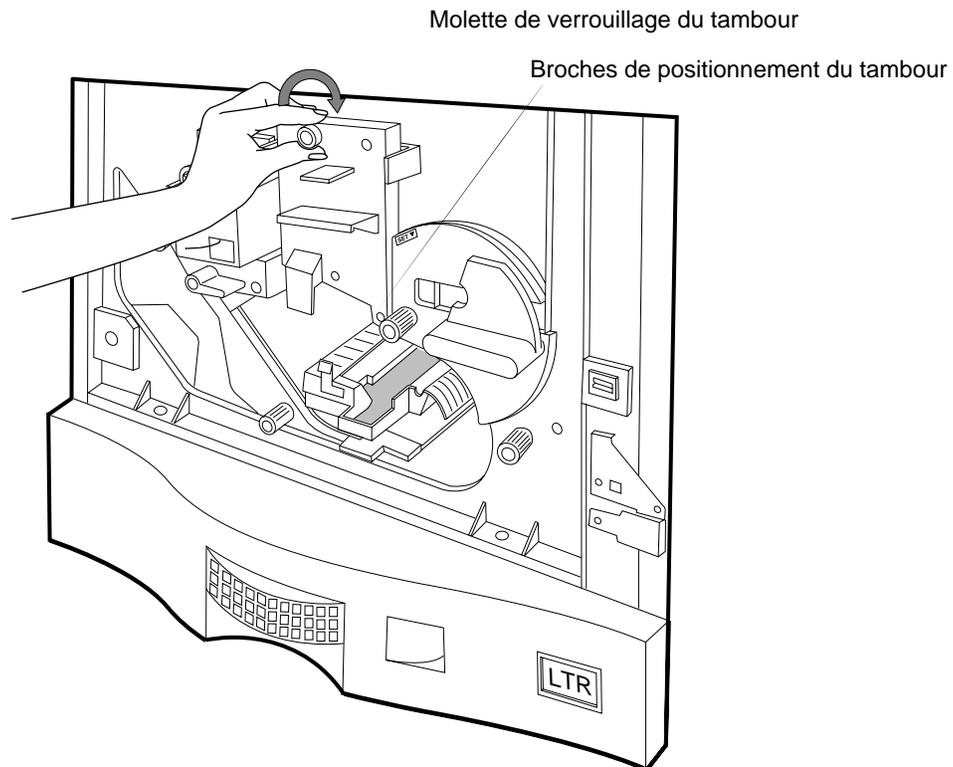

Figure 4-30 Fixation du tambour
3. Maintenez la pression sur le tambour et tournez la molette de verrouillage du tambour dans le sens des aiguilles d'une montre pour engager le cadre et fixer le tambour, comme illustré à la Figure 4-30.